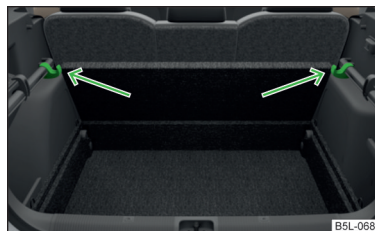

Fig. 112
- Apoye el suelo de carga variable en los ganchos abatidos » fig. 112.